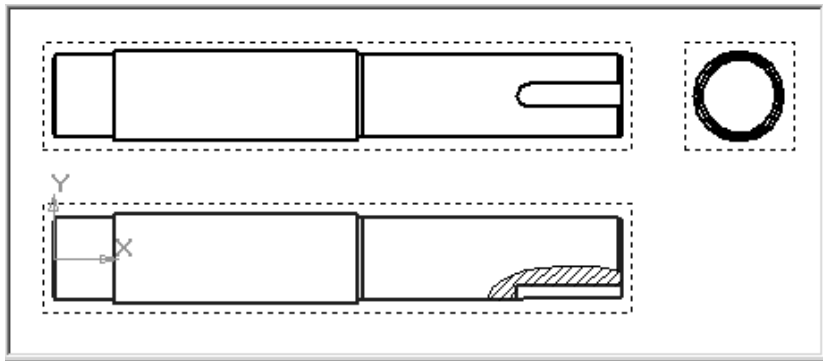

Рис. 4.147. Результат построения местного разреза на текущем виде –
- щелкните по кнопке **Создать объект**. Через некоторое время появится местный разрез на **Проекционном виде 2**, а в **Дереве построения** ветвь **Местный разрез 1** (рис. 4.147).